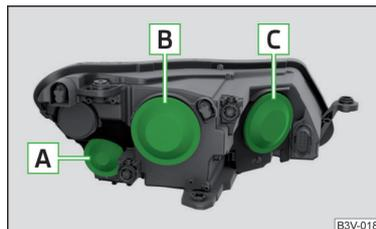

Fig. 271
Emplacement des ampoules » fig. 271
- Retirer le recouvrement **B** **C** » fig. 271 à la page 254.
- Retirer le recouvrement **B** ou **C** » fig. 271 à la page 254
- Retirez le recouvrement **A** » fig. 271 à la page 254.
- Replacer le recouvrement **A** » fig. 271 à la page 254.